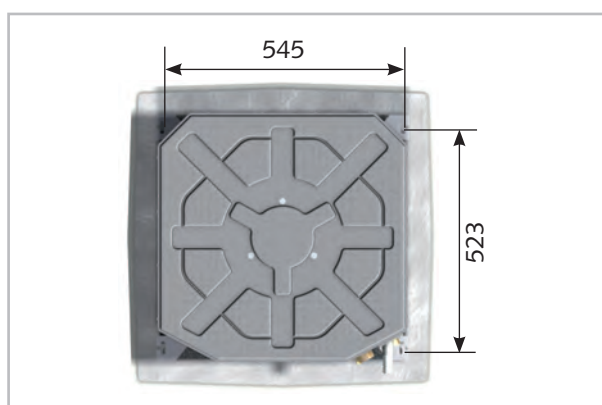

Abb. 10: Gerät einhängen (MVD 222-452)
1. ➔ Markieren Sie gemäß den Abmessungen der eingesetzten Deckenkassette die Befestigungspunkte der Gewindestangen an statisch zulässigen Bauwerksteilen und oberhalb der Zwischendecke (Abb. 10).